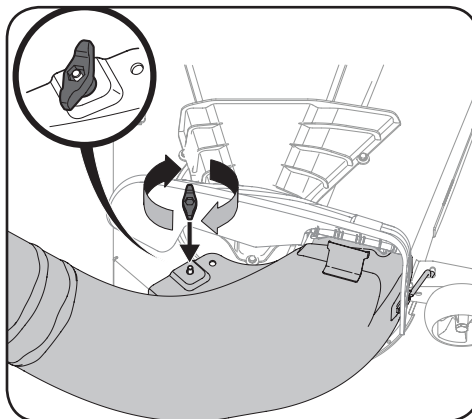

Figure 4-17
5. Fixez le coude de la goulotte de descente au plateau de coupe au moyen du bouton à ailettes (720-04122) inclus dans la trousse du dispositif d'ensachage. Consultez la Figure 4-17.